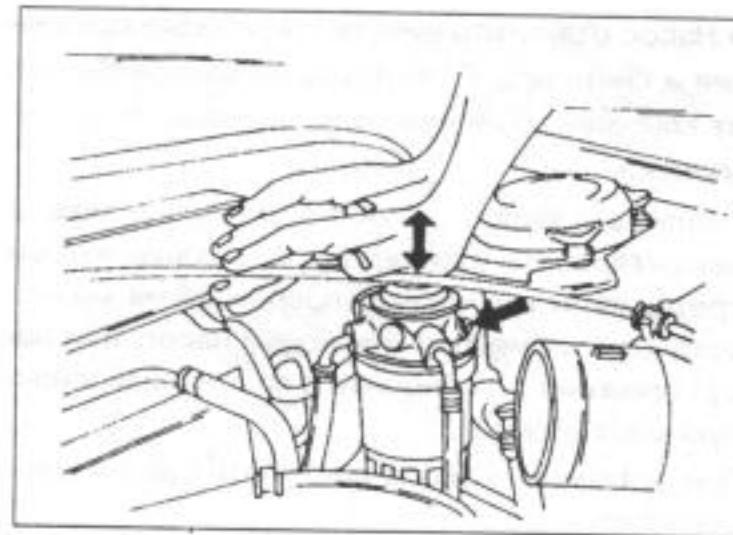

Рис.147.
- Открыть резьбовую пробку вентиляционного отверстия на топливном фильтре (рис.147) и привести в действие ручной насос, пока начнет выходить из отверстия резьбовой пробки только горючее, свободное от воздуха.